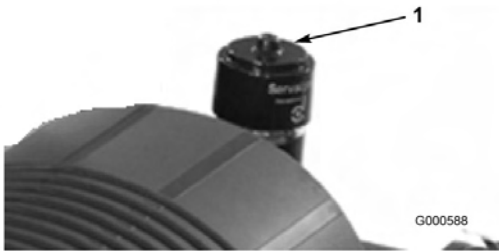

Bild 31
Warten Sie den Luftfilter nur, wenn die Wartungsanzeige dies angibt (Bild 31). Das frühzeitige Auswechseln des Luftfilters erhöht nur die Gefahr, dass Schmutz in den Motor gelangt, wenn Sie den Filter entfernen.
6. Stellen Sie die Anzeige (Bild 31) zurück, wenn sie auf Rot steht.